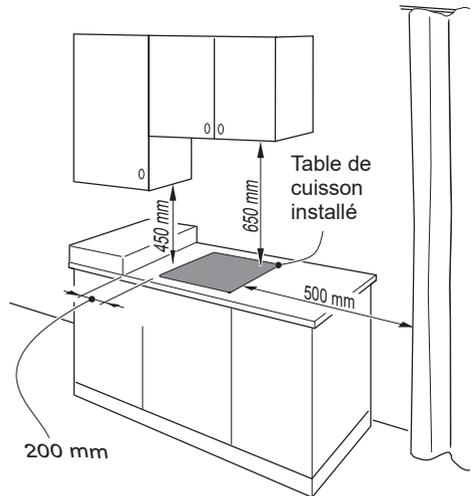

Fig. 1.1
- S'il y a un élément mural (ou une hotte) au-dessus de la table de cuisson, veiller à ce que la distance entre cet élément (ou cette hotte) et la grille de la table soit d'au moins 650 mm (voir également fig. 1.1).